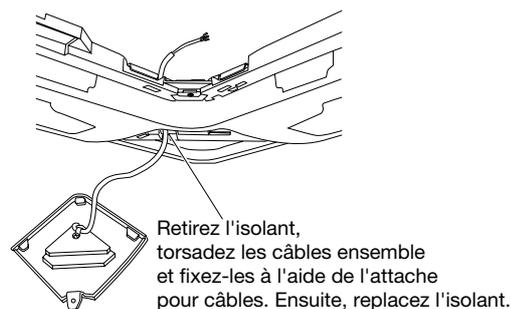

Fig. 3-3
4. L'orifice carré destiné aux câbles du panneau est isolé avec de la mousse* Enlevez-la puis faites passer les câbles de l'unité du récepteur infrarouge sans fil à travers la grille. Torsadez les fils entre eux et maintenez-les à l'aide d'une attache pour câble, puis fixez-les avec la vis et remplacez l'isolant, comme initialement. (Fig. 3-3)
5. Lorsque vous avez terminé le câblage comme décrit à la section "Câblage du récepteur" à la page suivante, torsadez les fils entre eux et maintenez-les à l'aide d'une attache pour câble, en laissant une longueur de câble suffisante pour pouvoir retirer le couvercle de coin. (Fig. 3-3)